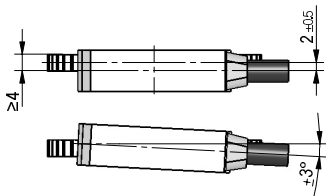

Abb. 1: Definition der Zählrichtung mit Zahnrad und Montage Sensor, Abstandsmaße, Toleranzen
- **Auf richtige Ausrichtung bezüglich der Zählrichtung achten (Abb. 1).** Dies ist unerheblich falls sich die Zählrichtung in der elektronischen Auswertung umkehren läßt (wie z.B. bei den Magnetbandanzeigen von SIKO).